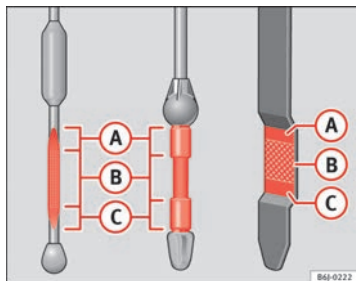

Fig. 133 Asta di misurazione livello olio motore
- In seguito, estrarla di nuovo e controllare il livello dell'olio ⇒ fig. 133. Se necessario, rabboccare dell'olio.